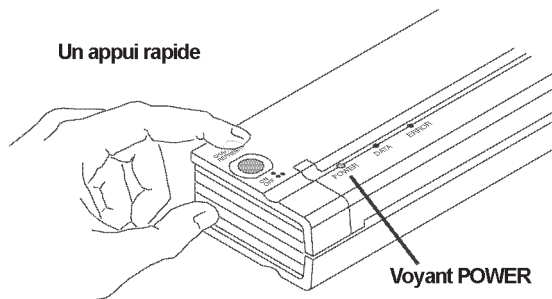

Figure 8. Allumage de l'imprimante
2. Allumez l'imprimante en appuyant une seule fois rapidement sur l'interrupteur principal. Le voyant POWER s'allume. Consultez la Figure 8.